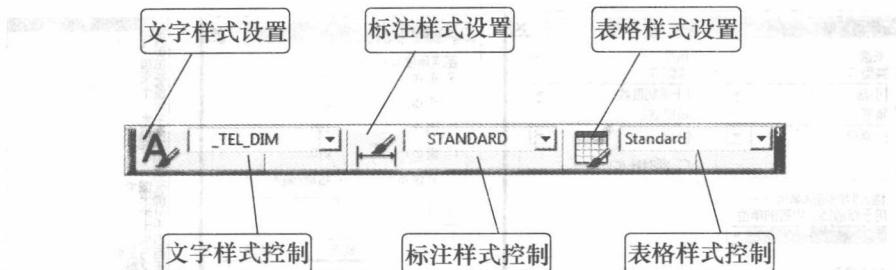

图 1-6 样式工具条
4. 样式工具条——功能如图 1-6 所示。主要功能是对与文字有关的样式设置，可以选择已有的样式，也可以重新设置，改变后只对之后的操作起作用。三种样式的设置是随图形文件一起保存的。